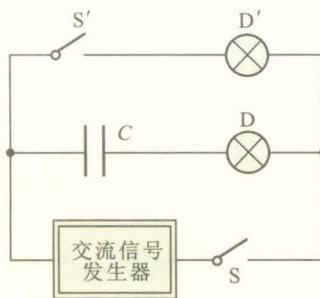

图2-4-4
1. 如图2-4-4所示,把电容器C和小灯泡D串联,再与另一完全相同的小灯泡D'并联,用交流信号发生器作电源。交流信号发生器可以输出不同频率、不同电压的正弦交流信号。闭合开关S和S',可以观察到小灯泡D和D'的发光有何不同?为什么?